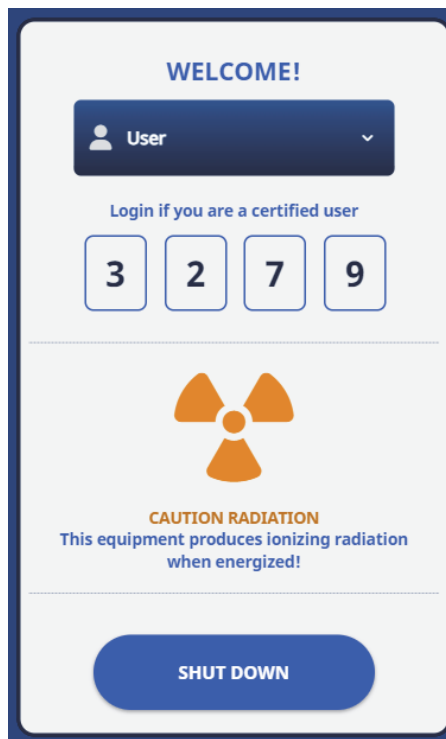

Figure 3-12 Écran d'accueil
- L'interface utilisateur de l'analyseur s'ouvre en affichant l'écran d'accueil (voir Figure 3-12 à la page 73).